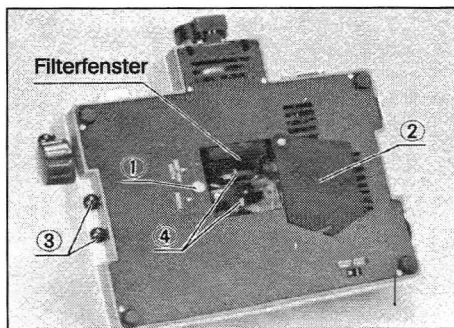

Abb. 17
a. Einlegen des Filters (Abb. 17)